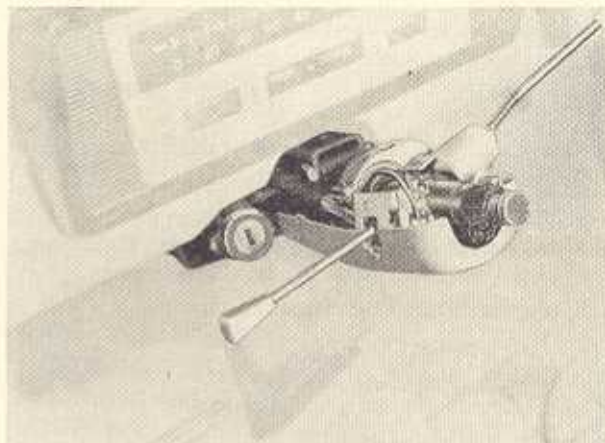

Bild E 33. Kombinationsschalter
7.2.7.3. Kombinations-Lenksäulenschalter (BLH-Schalter) (Bild E 33)